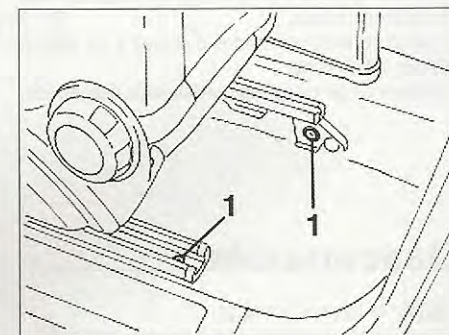

FIG. 9
- Desmontar sus fijaciones traseras (1) (fig. 9).